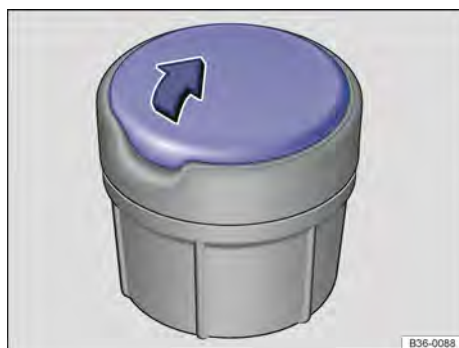

Fig. 221 Cinzeiro móvel.
- Para *abrir*, levantar a tampa do cinzeiro → Fig. 221 no sentido da seta.